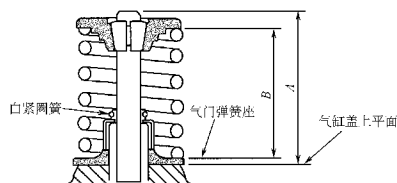

图 5-4 气门弹簧总成
20. 以下对图 5-4 中 A 所代表的尺寸的描述哪一个最正确？